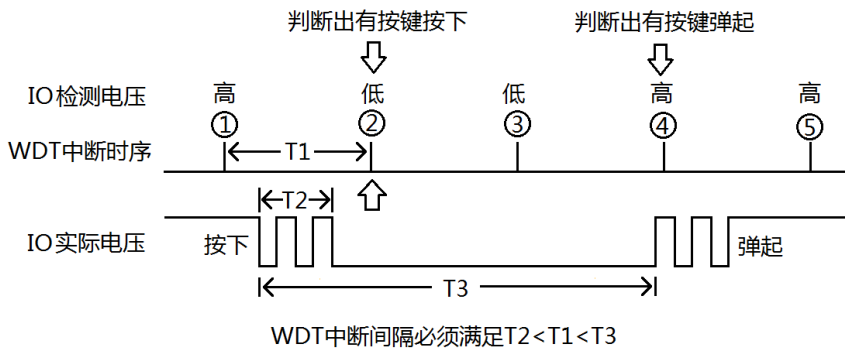

图 7.6 定时扫描法检测按键原理
定时扫描机械按键的原理如图 7.6 所示，将 WDT 定时中断的时间间隔 T_1 设定为大于毛刺电压时间 T_2 ，小于按键持续时间 T_3 。参考图 7.6，在 WDT 定时中断的 5 个时刻，分别检测按键所在 IO 的电平将依次为“高低低高高”。
- 3) 大多数人对于图 7.6 所示的判断方法会有怀疑心理，认为会有误判、重判的可能性。事实是只要满足 $T_2 < T_1 < T_3$ ，一定不会出现误判和重判。大家可以在纸上用笔画出各自认为的例外情况，一定不会成功的。